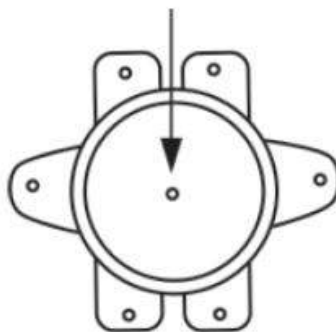

Рисунок 7
- нажать до щелчка кнопку, расположенную по центру термовыключателя, который находится рядом с ТЭНом (имеет круглую форму), рисунок 7;